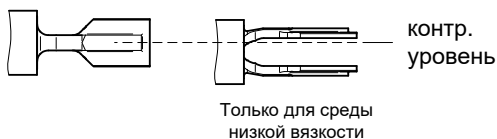

Рисунок 7 – Рекомендуемое положение сигнализатора при монтаже
2.2.5.2 При монтаже в трубопроводе положение условной линии контролируемого уровня (см. рисунок 7) принимать примерно на оси трубопровода.
2.2.5.4 Маркировка на штуцере (см. рисунок 7) определяет положение лопаток сенсора.